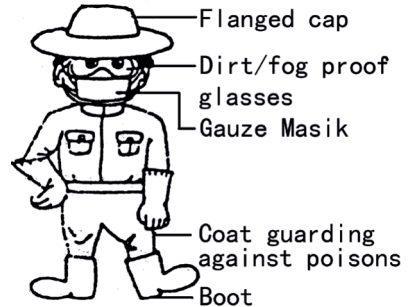

Fig. 13
2. Indumentaria protectora (Fig. 13)